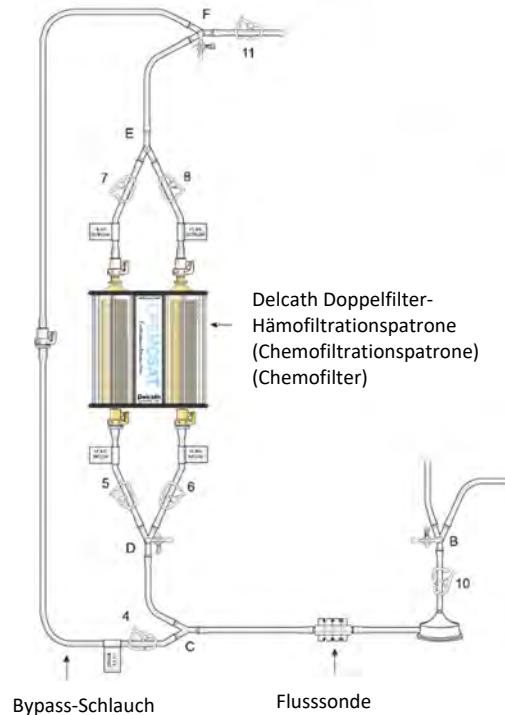

Abbildung 16
- (a) Schließen Sie Klemme 4 und öffnen Sie die Filterzuleitungsclammern (5, 6), dann die Filterabflussclammern (7, 8) und die Kreislaufabflussclammern (11) (siehe Abbildung 16). Stellen Sie den Fluss der heparinisierten normalen Kochsalzlösung in die Filter auf eine Rate von ca. 0,5 Liter pro Minute ein. Hinweis: Arterienclammern sind zum Einstellen der Flussrate erforderlich, falls Schwerkraft genutzt wird.